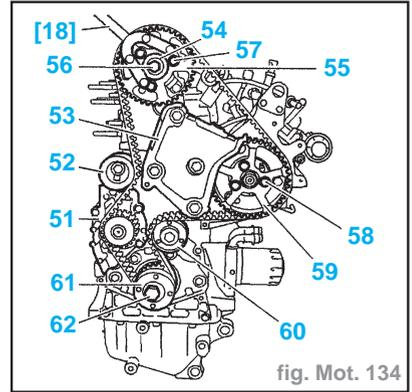
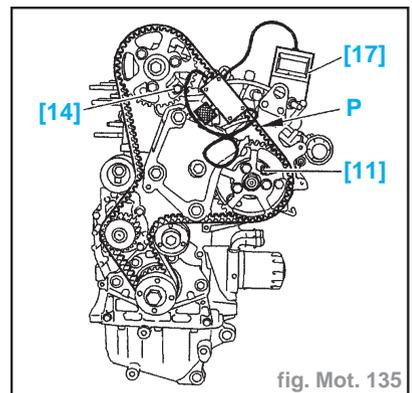

fig. Mot. 134
fig. Mot. 135
- Reposer (fig. Mot. 134) :
- la pompe à eau (51) (équipée d'un joint neuf)
- le support moteur (53)
- le galet tendeur (52)
- le galet enrouleur (60)
- le moyeu d'arbre à cames (54)
- le pignon d'arbre à cames (55)
- les vis (57) (sans les serrer)
- la vis (56) (sans serrer)
- le pignon de pompe d'injection (59)
- les vis (58) (sans les serrer)
- Piger (fig. Mot. 135) :
- le moyeu d'arbre à cames (54) à l'aide de l'outil [14] (-). **0188-E**
- le pignon de pompe d'injection (59) à l'aide de l'outil [11] (-). **0188-H**
- Enduire le filet de la vis (62) de produit "E6" (fig. Mot. 134).
- Reposer la vis (62) (sans serrer).
- Serrer la vis (62) à **4 daN.m**. Terminer par un serrage angulaire de **60°**.
- Resserer les vis (57) et (58) à la main.
- Tourner les pignons (55) et (59) en butée sur les boutonnières (sens horaire).
- la pompe à eau (51)
- Nota** : Au besoin, tourner légèrement les pignons (55) et (59) dans le sens anti-horaire afin d'engager la courroie. La valeur de déplacement angulaire de la courroie par rapport aux pignons ne doit pas être supérieure à **1/2 dent**.
- Mettre en place l'appareil de tension [17] **SEEM C.TRONIC 105.5** (fig. Mot. 135) sur le brin "p".
- Tourner le galet tendeur (52) dans le sens anti-horaire avec l'outil [16] (-). **0188-J1** pour atteindre une surtension de **106 unités SEEM**.
- Vérifier que les pignons d'arbre à cames (55) et de pompe d'injection (59) ne sont pas en butée de boutonnières.
- le galet tendeur (52) à **4,5 daN.m**
- les vis (57) à **2,5 daN.m**
- les vis (58) à **2,5 daN.m**